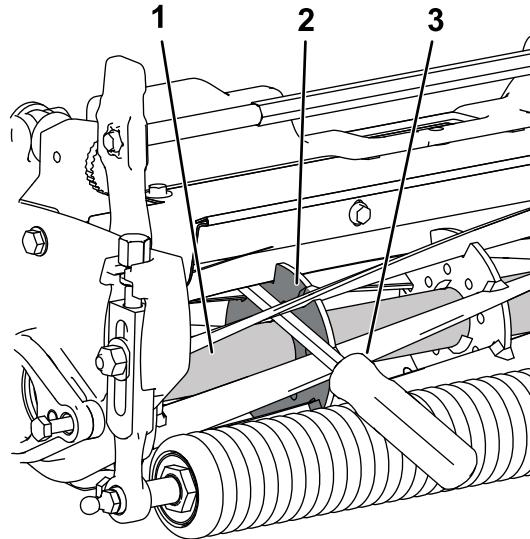

Figura 12
- B. Coloque o espião contra o lado soldado da placa de suporte do cilindro (Figura 12).
- A. Insira um espigão de cabo longo (recomendado $\frac{3}{8}$ x 12 pol. com pega de chave de parafusos) através da frente do cilindro de corte, o mais próximo do lado da unidade de corte que irá apertar (Figura 12).
- B. Coloque o espigão contra o lado soldado da placa de suporte do cilindro (Figura 12).